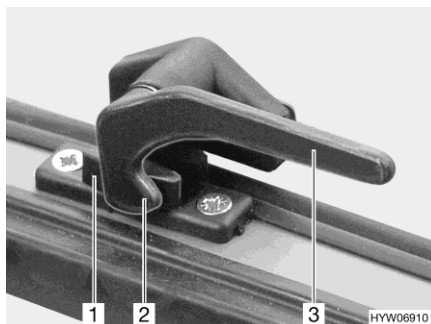

Fig. 60 Levier de verrouillage (position "Fermé")
- Tourner tous les leviers de verrouillage (Fig. 60,3) d'un quart de tour vers le centre de la fenêtre.
- Tourner tous les leviers de verrouillage (Fig. 60,3) d'un quart de tour vers le cadre de la fenêtre. Le tenon de verrouillage (Fig. 60,2) se trouve toujours sur le côté intérieur du verrouillage de fenêtre (Fig. 60,1).
- En position "Fermé" (Fig. 60)